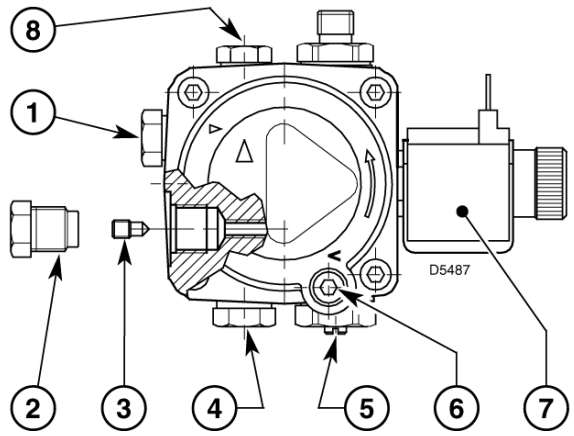

рис. 7
- Насос предназначен для двухтрубной схемы. Если вы хотите сделать однотрубную схему, необходимо вывинтить пробку обратного трубопровода (2), отвинтить винт бай-паса (3) и потом снова закрутить пробку (2) (Смотри рисунок 7).
В системе, изображенной на рисунке 6 достаточно ослабить штуцер вакуумметра (6, рис. 7) и подождать, пока не начнет выходить топливо.
Для того, чтобы изменить настройки, поверните винт (5, рис.7, стр. 4).